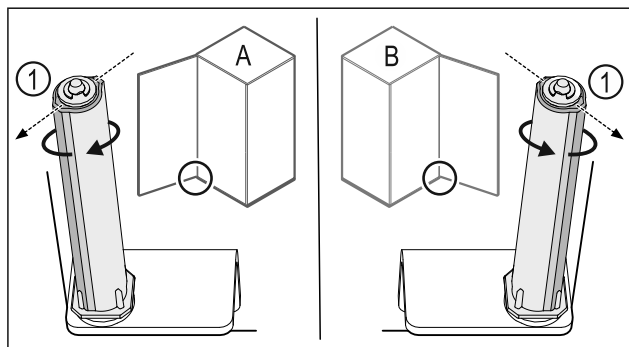

Fig. 46 Butée gauche (A) / butée droite (B)
- Tourner le système de fermeture contre la résistance jusqu'à ce que l'arête du système de fermeture Fig. 46 (1) soit tournée vers l'extérieur.